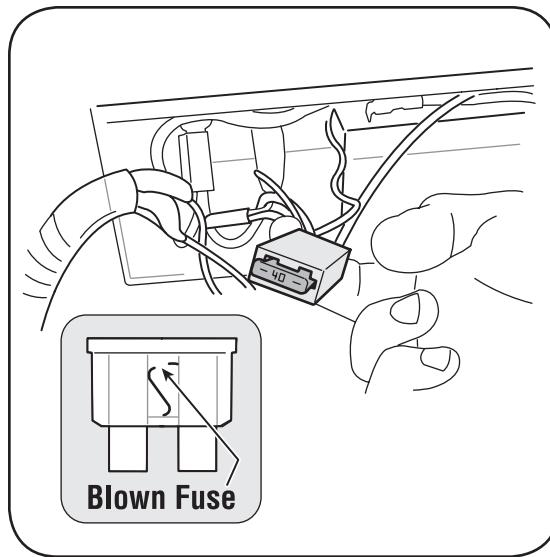

Figura 5-6: Cuando reemplace el fusible, utilice un fusible de automóviles estándar de 7½ amperes.
2. Retire el fusible del enchufe e inspeccione como se muestra en la Figura 5-6. Si está quemado, reemplace por un fusible de automóviles estándar de 40 amperes.